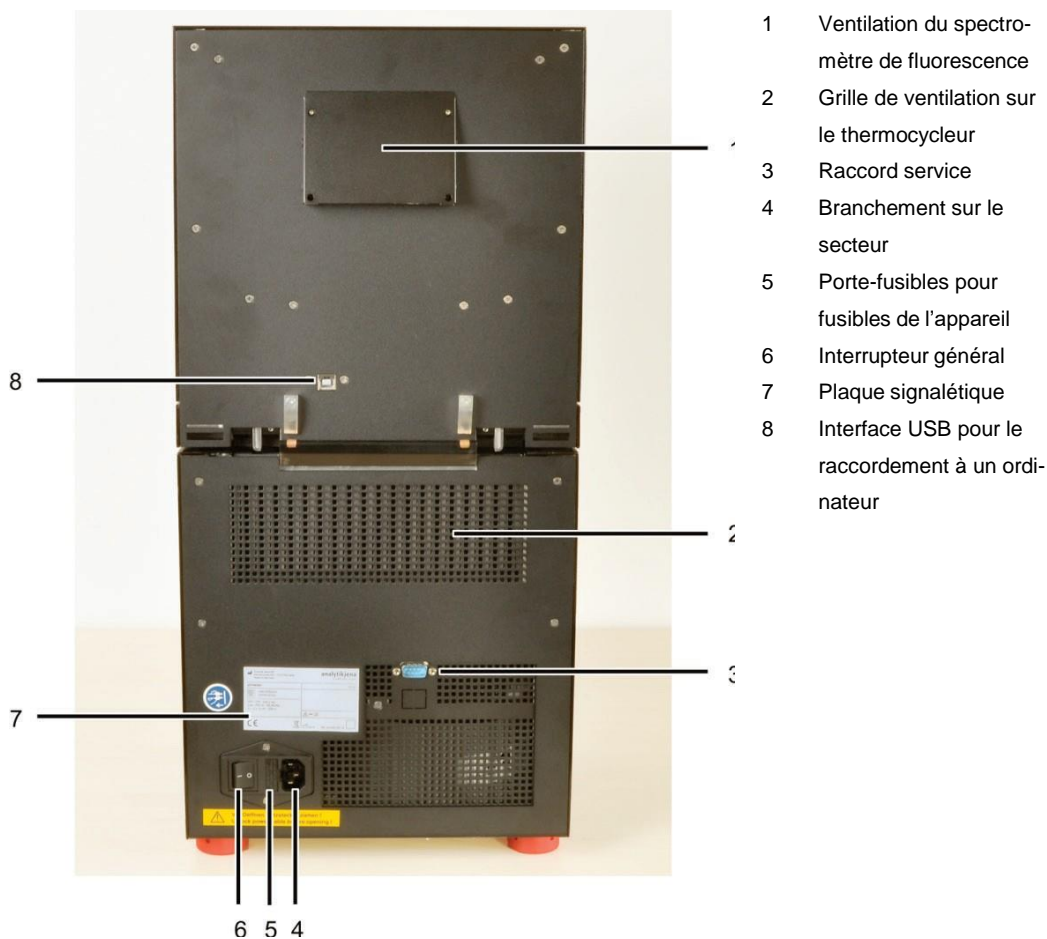

Fig. 5 Face arrière de qTOWER³
6. Brancher le câble USB à l'interface USB du qTOWER³ (8 à la Fig. 5, page 26) et à l'ordinateur.